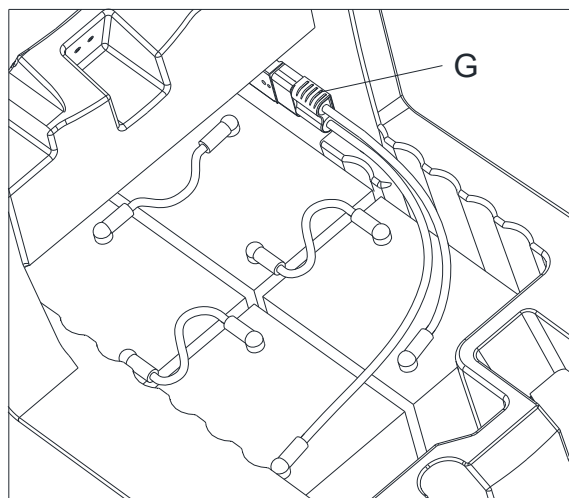

Figura 10
2. Scollegare il connettore della batteria (G, Figura 10).